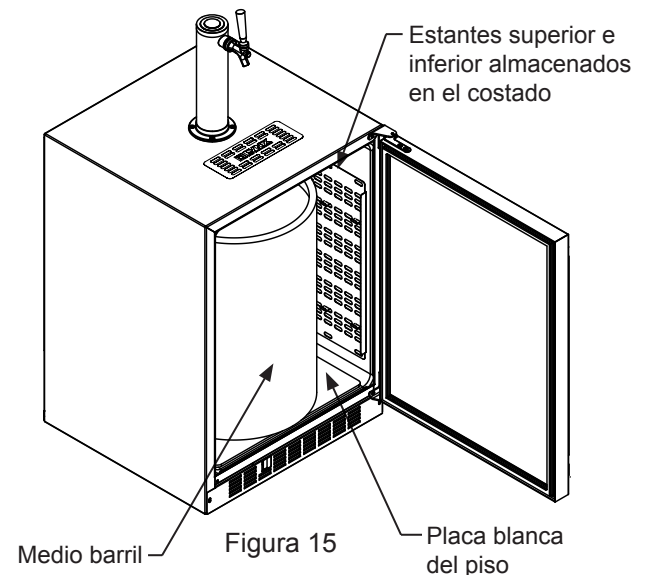

Figura 15
Si está utilizando un barril de cerveza de 57 litros (medio barril) o (2) barriles de 19 litros (un sexto de barril), cuelgue los dos estantes de los ganchos de almacenamiento ubicados a la derecha del gabinete (vea la Figura 15). Antes de colocar el o los barriles, verifique que la placa blanca del piso esté montada en la parte inferior del compartimento interior.